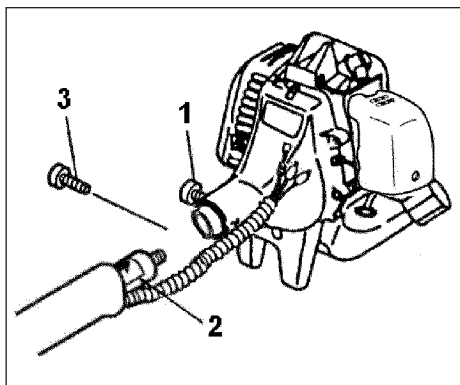

Fig.1-1
Drivaksel på motor (fig. 1-1)
2. Sørg for, at låsestiften (1) passer i rørets fastgøringshul (2), og at røret ikke går løs (fig. 1-1 B).